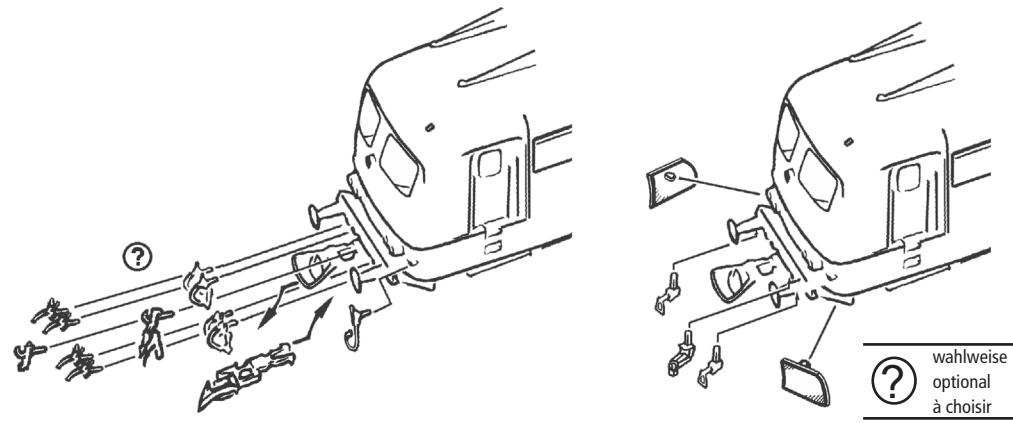
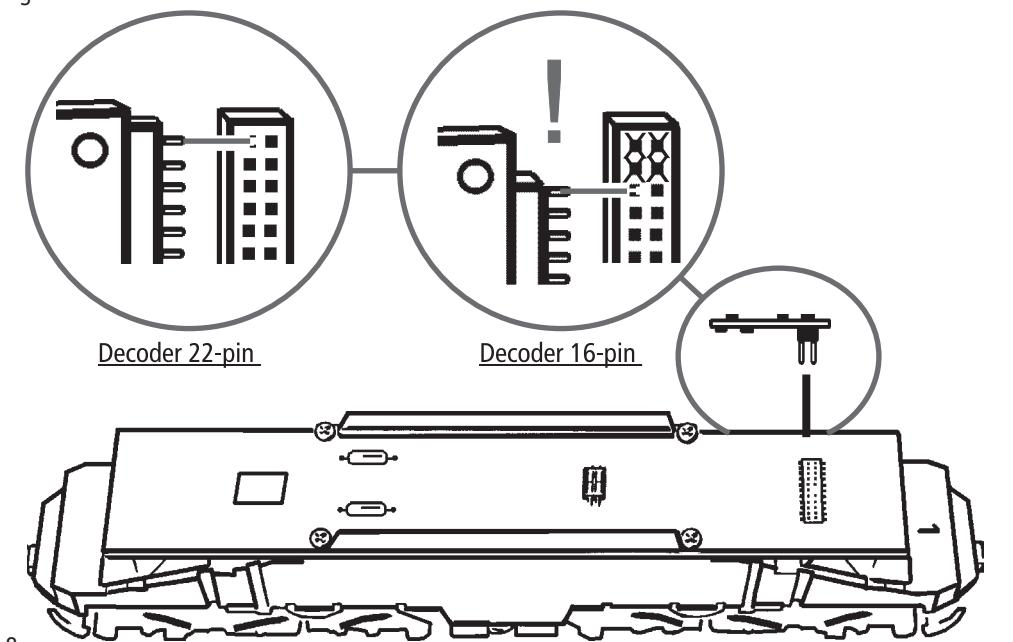

Fig. 4
Fig. 3
**Mehrzugbetrieb:** Zuerst Lokgehäuse abnehmen (Fig. 3). Danach den Brückenstecker aus der Schnittstelle entfernen (diesen sorgsam aufbewahren). Danach den Stecker des Decoders lagerichtig einsetzen (Fig. 4).
**2. Schmierung:** Versehen Sie die im Schmierplan in Fig. 8 gekennzeichneten Stellen mit nur **kleinen Öltropfen**. Dazu zuerst das Lokgehäuse abnehmen (Fig. 3). Wir empfehlen den ROCO **Öler Art.-Nr. 10906**. Fürs Schmieren der Getriebeteile (Zahnräder, Schnecke) empfehlen wir das **ROCO-Spezialfett Art.-Nr. 10905**.
**4. Kohlebürstenwechsel:** Lokgehäuse abnehmen (Fig. 3). Danach wird der Motor ausgebaut und die Kohlebürsten ausgewechselt (Fig. 5).
**Running in digital mode:** Remove the jumper from the interface. Finally put the plug of the decoder into the interface as shown in fig. 4.
**2. Lubrication:** Apply **tiny oil drops** to spots marked in fig. 8. Prior to lubrication dismantle locomotive (fig. 3). We recommend using item no. **10906, ROCO oiler**. For lubrication the gearparts (e.g. cogwheels, worm) we would recommend our ROCO **special grease** (item no. **10905**).
**4. Carbon Brush Changing:** First remove loco body (fig. 3), and then the motor (fig. 5).
**Exploitation en télécommande multi-trains:** Enlevez la fiche de shuntage de l'interface (à conserver!) et enfichez finalement la fiche de décodeur aux prises de l'interface. Veillez à la position correcte de la fiche (fig. 4).
**2. Graissage:** N'appliquez **qu'une tout petite goutte** aux endroits indiqués par le plan de graissage (fig. 8) après avoir démonté la caisse de la locomotive (fig. 3). Nous vous recommandons **le graisseur à huile ROCO réf. 10906**. Pour graisser les engrenages (roues dentées, vis sans fin) nous vous conseillons la **graisse spéciale ROCO réf. 10905** pour engrenages en matières synthétiques. Lorsque vous utilisez cette graisse il faut éviter d'huiler ces composants.
**4. Remplacement des balais du moteur:** Démontez la caisse (fig. 3). Démontez ensuite le moteur et échangez le balais (fig. 5).
voir } Fig.3